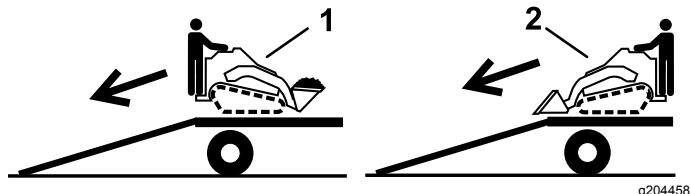

Figure 20
2. Placez toujours l'extrémité la plus lourde de la machine en haut de la rampe, la charge en bas, pour la descendre de la remorque (Figure 20).